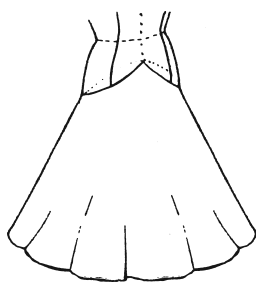

Рис. 281
- облегающая баска, приталенная с помощью рельефов или вытачек (рис. 281). На этом же рисунке показан другой вариант кроя баски (мелким пунктиром), когда ее края изогнуты в противоположном направлении;